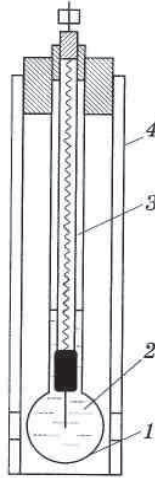

Рис.22 Конструкция стеклянного электрода
Для самого точного определения рН растворов применяются иономеры (рН-метры). Принцип работы рН-метра основан на потенциометрическом методе определения величины ЭДС электродной системы, состоящей из индикаторного электрода (стеклянный электрод) и электрода сравнения. Стеклообразный электрод состоит из тонкостенного (около 0,1 мм) шарика (1) из электродного стекла, заполненного раствором HCl(2) (рис.22). Внутри шарика помещают хлорсеребряный электрод (3) Это устройство обычно закрывают защитной трубкой 4. Скачок потенциала на границе раздела стекло-водный раствор зависит от рН. Перед началом работы проводится калибровка рН метра по стандартным буферным растворам с точно известными значениями рН в соответствии с инструкцией к иономеру. Следует чрезвычайно бережно обращаться со стеклянным электродом (не ударять, не царапать). Хранить электрод необходимо в 0,1М растворе HCl, перед измерениями промывать дистиллированной водой и осторожно осушать фильтровальной бумагой.